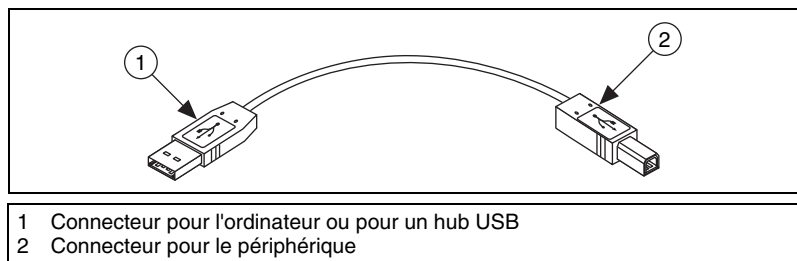

Figure 5. Câble et connecteurs USB
2. Reliez le câble entre le port USB ou IEEE 1394, situé directement sur le PC ou sur tout autre hub ou périphérique IEEE 1394, et le port USB ou IEEE 1394 du périphérique. Connectez l'autre extrémité du câble USB ou IEEE 1394 au port USB ou IEEE 1394 du périphérique. La figure 5 représente le câble USB et ses connecteurs.